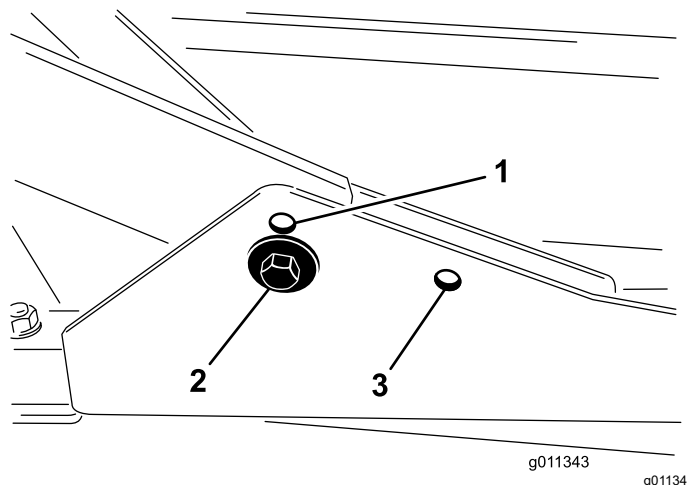

Figura 16
1. Para alturas de corte na gama de 2 a 7,6 cm, monte as estruturas de suporte frontais nos furos de montagem frontais inferiores (Figura 16).
2. Para alturas de corte na gama de 6,3 a 10 cm, as estruturas de suporte frontais nos furos de montagem frontais superiores (Figura 16).
Para todas as alturas de corte, monte a plataforma de corte traseira nos furos de montagem traseiros (Figura 16).